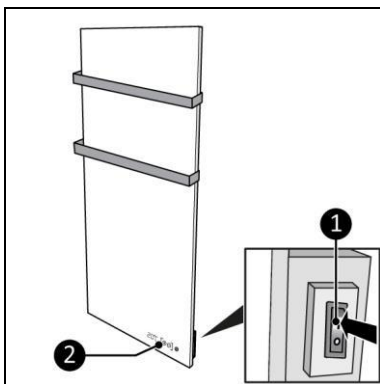

Figura 14
1. Poziționați comutatorul PORNIT/OPRIT (ON/OFF) în poziția PORNIT (ON) (Figura 14, poz. 1).
2. Panoul de control și afișajul (Figura 14, poz. 2) se vor aprinde.